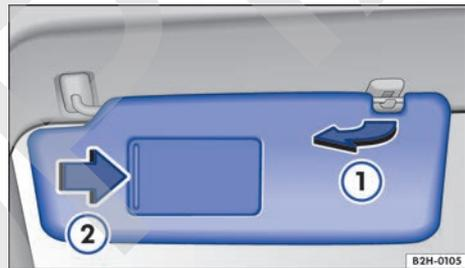

Fig. 80 En el revestimiento interior del techo: parasol.
- Se pueden extraer del soporte y girar hacia las puertas → fig. 80 ①.